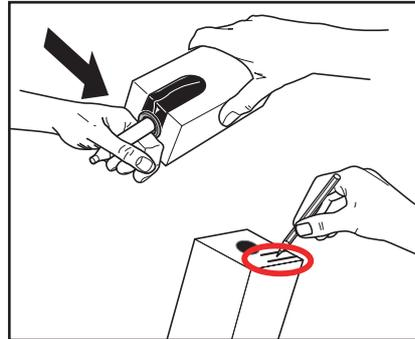

Fig. 19
4. Rimuovere l'involucro di plastica e scrivere la data di consumo sui pacchetti del prodotto (fig. 19).
5. Seguire le istruzioni riportate sui pacchetti del prodotto, per aprire il dosatore (fig. 19).